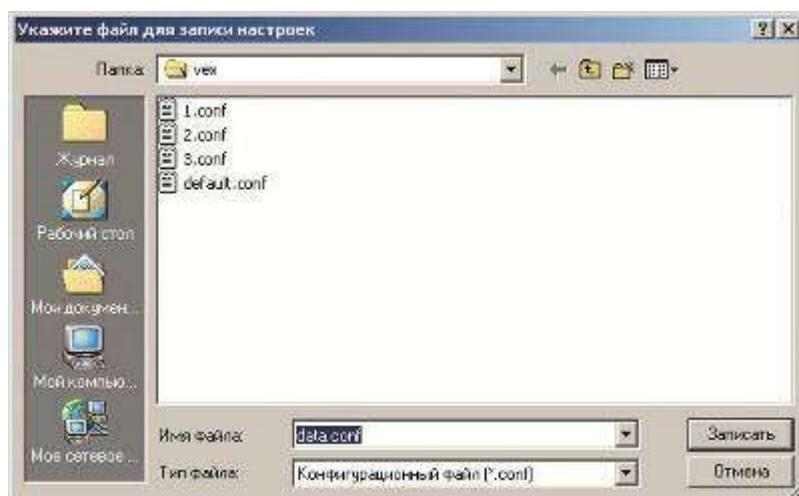

Рис. 14
- в открывшемся окне (рис. 14) занести в поле «Имя файла» оригинальное название;